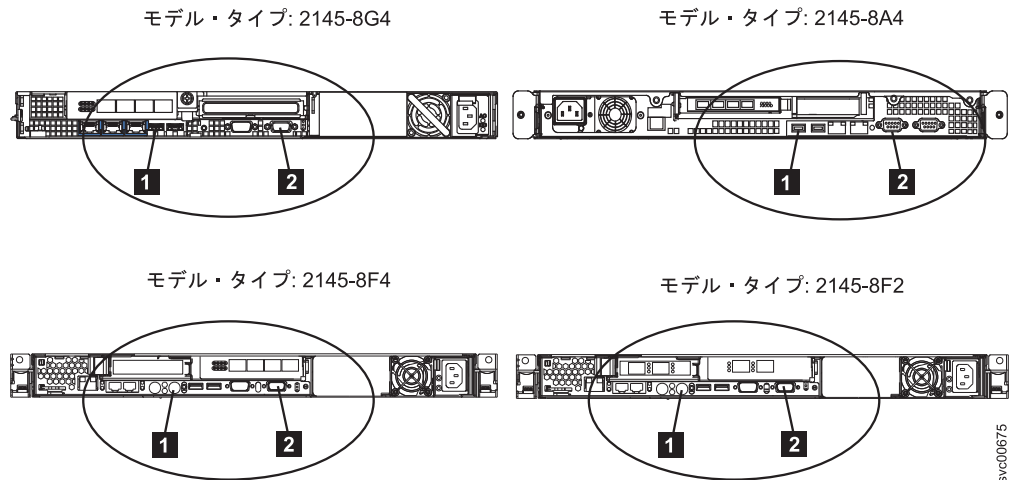
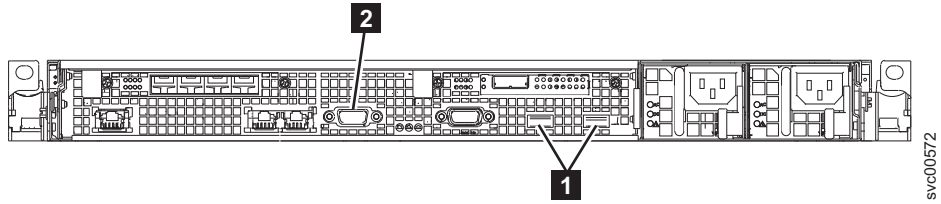
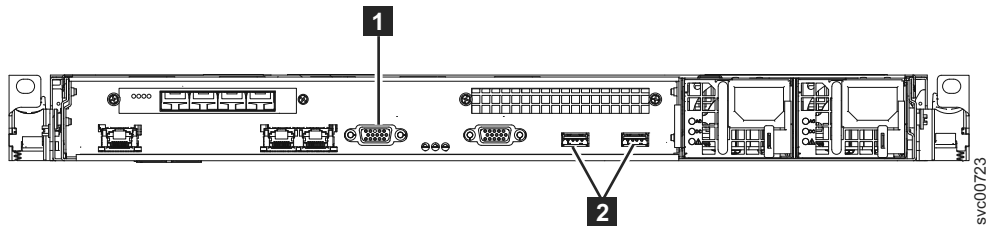

図 105. SAN ボリューム・コントローラー モデル 2145-8G4、2145-8A4、2145-8F4、および 2145-8F2 上のキーボードおよびモニター・ポート
図 106. SAN ボリューム・コントローラー 2145-CF8 上のキーボードとモニター・ポート
図 107. SAN ボリューム・コントローラー 2145-CG8 上のキーボードとモニター・ポート
- b. キーボード **1** とディスプレイ **2** を接続します。図 105 は、キーボード・ポートとモニター・ポートの位置を示しています。342 ページの図 106 は、2145-CF8 のキーボード・ポートとモニター・ポートの位置を示しています。342 ページの図 107 は、2145-CG8 のキーボード・ポートとモニター・ポートの位置を示しています。